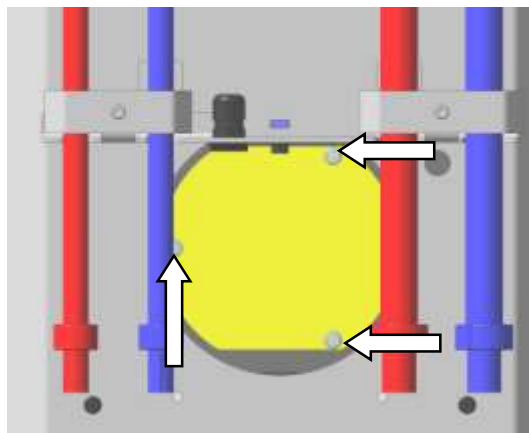
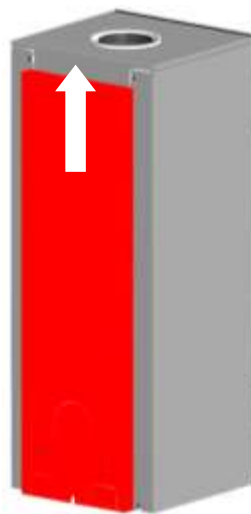

Fig. 10 : couvercle obturateur
Fig. 13 : retrait de la paroi arrière
2. Démontez le couvercle obturateur situé à l'arrière en desserrant les trois vis (voir Fig. 10). Le couvercle se trouve à l'arrière en dessous dans le socle du poêle. La paroi arrière doit être démontée pour y accéder (Fig. 13 page 15).
Ôter la paroi arrière des arêtes en la soulevant vers le haut (voir Fig. 13). **Aucune vis ne doit être desserrée !**